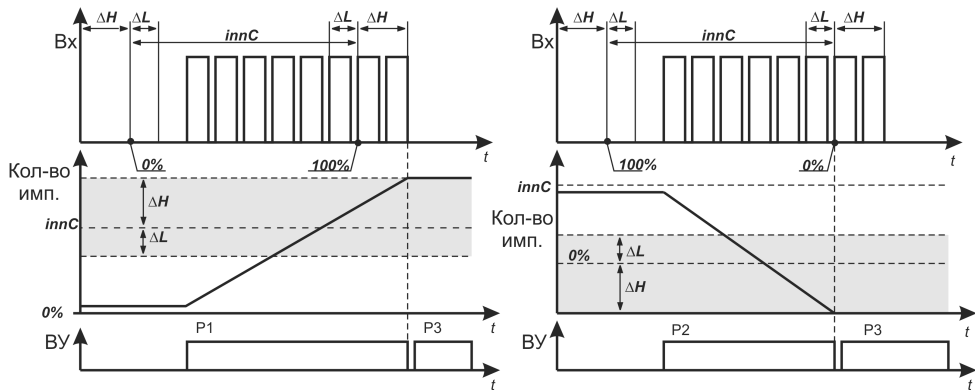

Рисунок 3.9
- холостой ход вала электропривода (проскальзывание) происходит, если значение счетчика превысило значение **innH**, а сигнал о превышении периода следования импульсов не поступил (см. рисунок 3.9, а – для открытия, б – для закрытия, $\Delta L = innC - innL$, $\Delta H = innH - innC$);